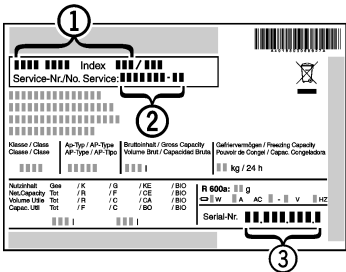

Fig. 14
► Denominación del aparato Fig. 14 (1), nº del servicio técnico Fig. 14 (2) y nº de serie Fig. 14 (3) en la placa de identificación. La placa de identificación se encuentra en la parte interior izquierda del aparato.
► Informe al servicio postventa e indique el fallo, la denominación del aparato Fig. 14 (1), el nº del servicio técnico Fig. 14 (2) y el nº de serie Fig. 14 (3).